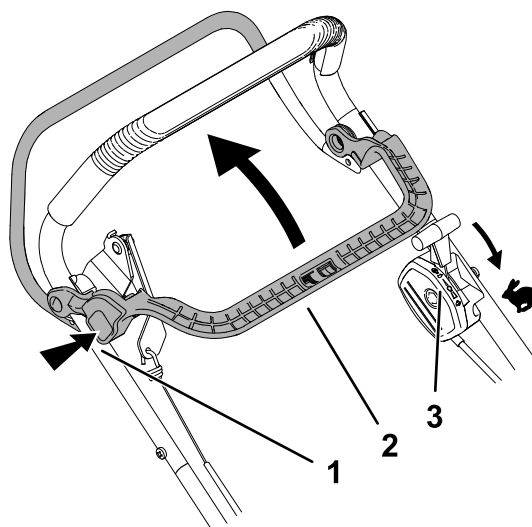

Figure 15
1. Vérifiez que la commande d'accélérateur est à la position HAUT RÉGIME (Figure 15).
2. Appuyez sur le bouton de verrouillage du BBC et serrez le levier de commande du BBC contre le guidon (Figure 15).